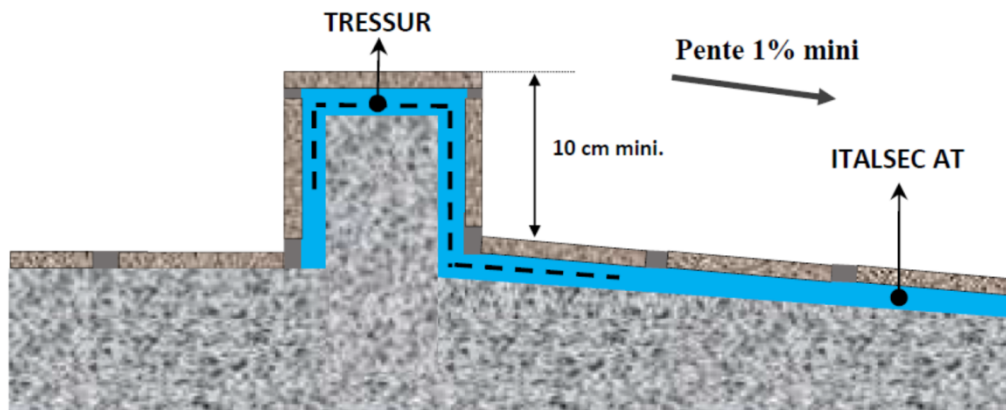

Figure 5 – Seuil avec relevé
- Un seuil sur une hauteur de 10 cm au-dessus du niveau fini circulé : ce seuil doit être revêtu par des relevés en ITALSEC AT dont la première couche doit être renforcée avec TRESSUR (figure 5).